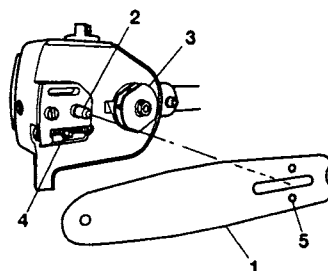

Fig.2-4
3. Install the chain bar (1) onto the bolt (2), then push it toward the sprocket (3) as far as it will go. Make sure that the boss of chain tension adjusting bolt (4) fits into the hole of the bar (5). (Fig. 2-4)
3. Installer le guide de chaîne (1) sur les boulons (2), puis le pousser au maximum vers le pignon (3). S'assurer que le moyeu du boulon de réglage de tension de chaîne (4) s'adapte correctement dans le trou dans le trou du guide de chaîne (5). (Fig.2-4)